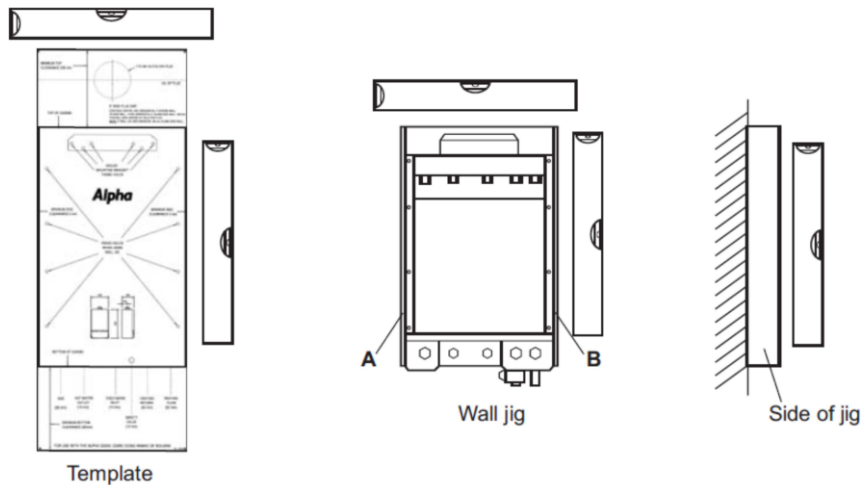

Fig. 2
a. Fit the Wall Jig - See Fig. 2